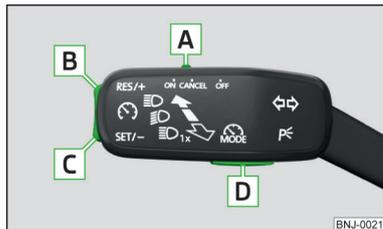

Fig. 202
Vista general del sistema regulador de la velocidad del GRA » fig. 202
- ▶ Presionando la tecla **D** » fig. 202.
- Al pulsar la tecla **D** » fig. 202 durante la regulación, se cancelará y se activará el dispositivo de limitación de velocidad.